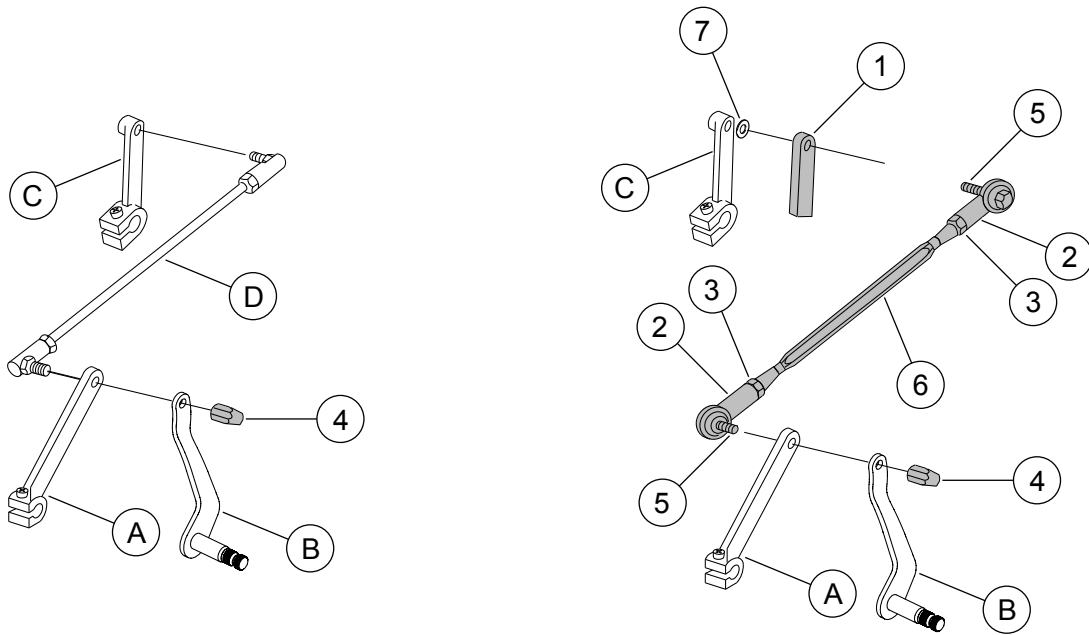

Figura 1. Piezas de servicio: Varillaje de cambios de aluminio
Vea Figura 1 y Tabla 2.
1. Vea Figura 1. Extraiga la varilla de cambios de fábrica (D).
2. Ajuste la nueva varilla de cambios en el kit para que tenga la misma longitud de la palanca de cambios extraída, aflojando las tuercas de seguridad (3), ajustando la longitud de la varilla, después apriete las tuercas de seguridad a 27–32 N·m (20–24 ft-lbs).
3. **Para los modelos con una varilla de la palanca de cambios recta trasera:** Deseche el espaciador (7). Coloque la cubierta (1) sobre la varilla de la palanca de cambios (C). **Para los modelos con una varilla de la palanca de cambios desviada trasera:** Coloque el espaciador (7) y la cubierta (1) sobre la varilla de la palanca de cambios (C). Los kits 33900103 y 33900134 no incluyen la cubierta de la varilla de la palanca de cambios (artículo 1).